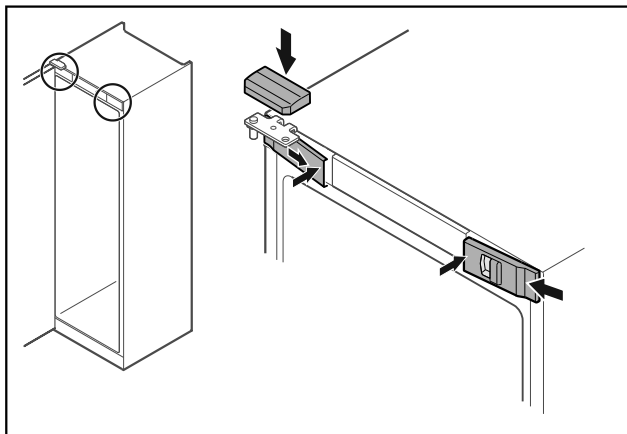

Fig. 49
- ▶ Z boku założyć przednie osłonki Fig. 49 (1) i zacześcić.
- ▶ Górną osłonkę Fig. 49 (2) zacześcić od góry.